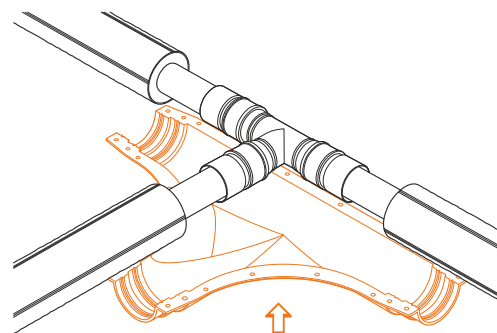

Рис. 4.6.3
3. Расположить нижнюю половину защитного кожуха под изолируемым тройником таким образом, чтобы она плотно прилегала к поверхности труб в местах нанесения герметика (рис. 4.6.3).